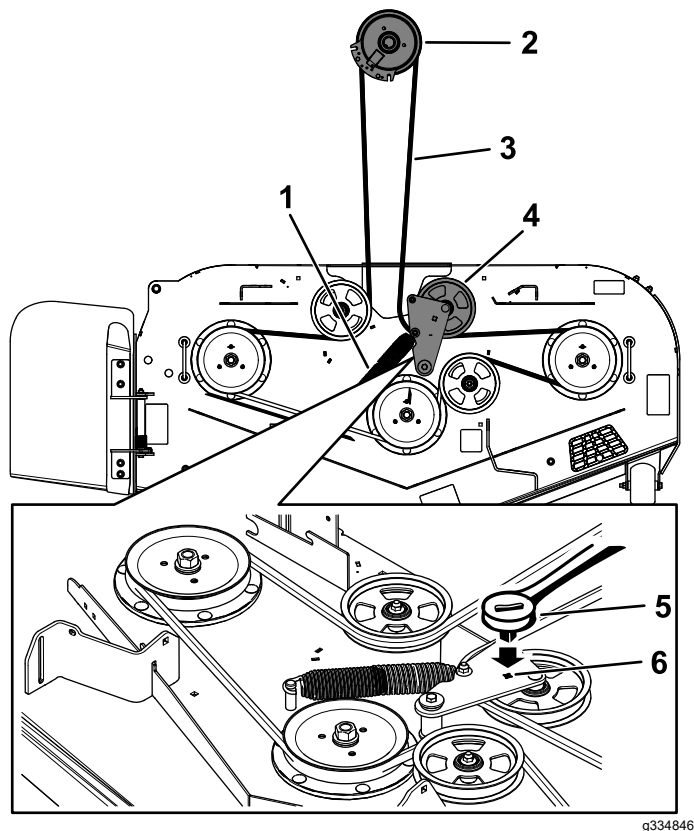

Figura 60
8. Inserite un cricchetto da $\frac{3}{8}$ " nel foro quadrato del braccio di rinvio per allentare la molla del tendicinghia (Figura 60).
10. Togliete il guidacinghia dal braccio di rinvio a molla (**Figura 60**).
12. Montate la nuova cinghia attorno alle pulegge del tosaerba e alla puleggia della frizione, sotto il motore (**Figura 60**).
13. Montate il guidacinghia sul braccio di rinvio (**Figura 60**).
14. Con il cricchetto da $\frac{3}{8}$ " nel foro quadrato, montate la molla del tendicinghia (**Figura 60**).